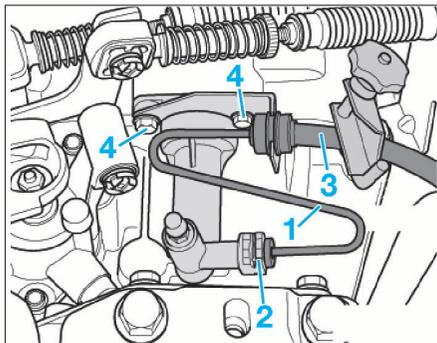

FIG. 15
- Débrancher la canalisation (1) du cylindre récepteur, après avoir tiré son agrafe (2) de sûreté en arrière (Fig.15).